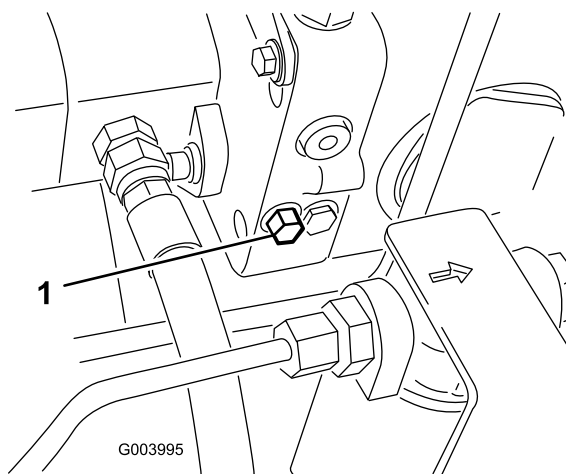

図 40
1. バイパスバルブはハイドロスタットの左側にある 図 40。バイパスバルブを右または左に11.5回転させると内部でバイパスが形成される。これにより、トランスミッションを破損することなく、機械を押して低速で移動できるようになる。